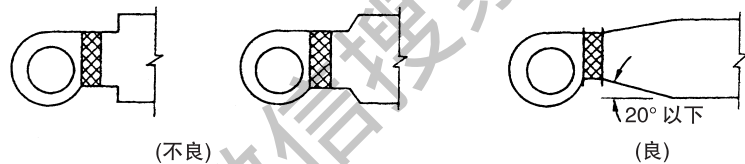

图 1.7 风机排出风管的连接
(3)风机的排出口与风管连接时，要避免突然变径，应是倾角保持在 20° 以内的逐渐放大。参照图 1.7。